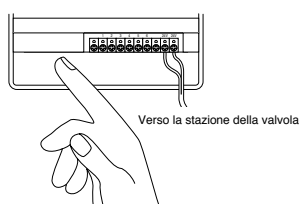

**FIGURA 17: Collegamento dei fili del timer alle valvole**
- Ogni valvola è dotata di due fili. Uno dei due deve essere collegato come quello comune. I fili comuni di tutte le valvole possono essere attorcigliati in un unico filo diretto verso il timer. L'altro filo della valvola deve essere collegato al filo specifico della stazione che controllerà quella determinata valvola [vedi figura 17].